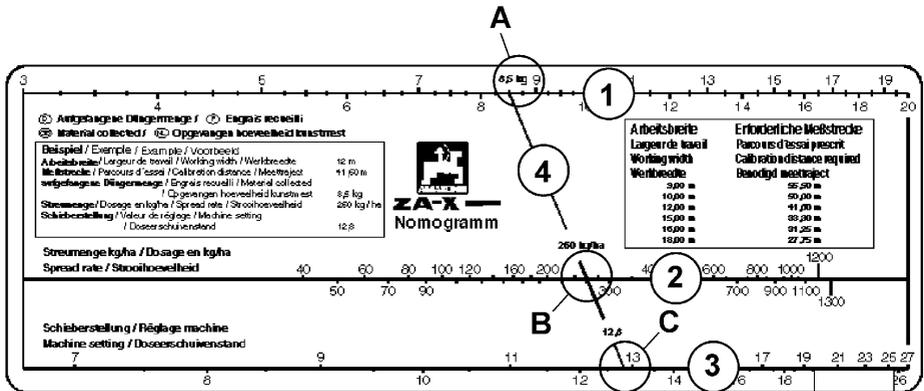

Fig. 31
1. Einer **oberen Skala** (Fig. 31/1) für die bei der Streumengenkontrolle **aufgefangene Düngermenge** zwischen 3 und 20 kg.
2. Einer **mittleren Skala** (Fig. 31/2) für die gewünschte **Streumenge** zwischen 40 und 1300 kg/ha.
3. Einer **unteren Skala** (Fig. 31/3) für die **Schieberstellung** von 7 bis 27.